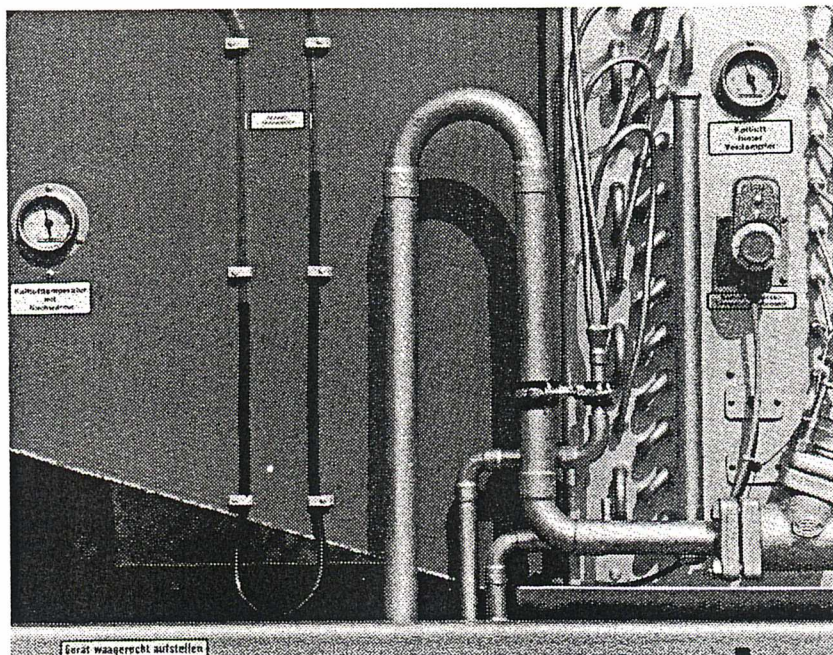

Bild 16: Prinzipielle Anordnung der Instrumente auf der Bedien-
Beobachten Sie das Gerät einige Minuten, und kontrollieren Sie die Kaltlufttemperatur an den Thermometern am Verdampfer (3) und in Höhe des Ausblasrohres (20). Den Sitz dieser Thermometer zeigt Bild 16. Der Temperaturunterschied ergibt die Nachwärmemenge. Falls erforderlich, Nachwärmestrom verändern.
Auf Bild 16 ist die prinzipielle Anordnung der Instrumente auf der Bedienseite zu sehen. Zwischen den beiden Thermometern (20) und (3) ist das U-Rohr zur Messung des Gesamtgegendruckes (21) angeordnet. Um den Gegendruck der Getreidesäule und des Kanalsystems zu ermitteln, muß bei abgeschalteter Maschine der Kunststoffschlauch bis ca. zur Hälfte mit Wasser